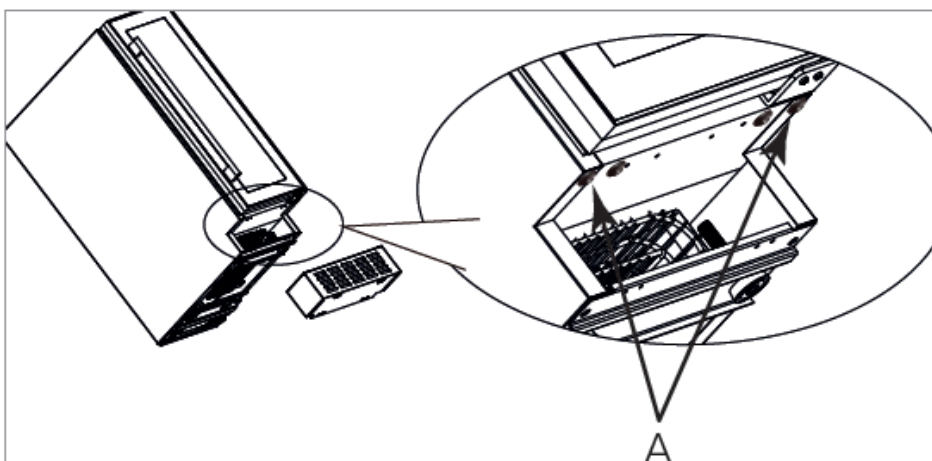

Fig. 14
4. Se presenti, rimuovere le due viti indicate dalle frecce e contrassegnate con 'A' in Fig. 14. Quindi individuare le quattro viti di fissaggio nere. Sono imballati all'interno dell'unità con la cerniera di inversione della porta.